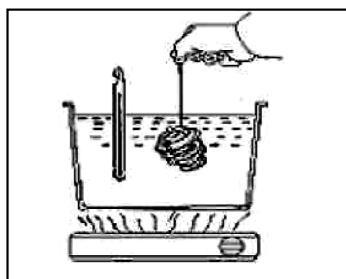

Рис. 119
- (1) Проверьте температуру открытия термостата (Рис.119);